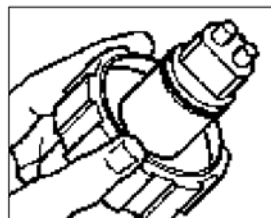

图 20
1. 取下传感器, 在下面的校准过程中, 输入 0 值作为“Low Cal” (图 20)。